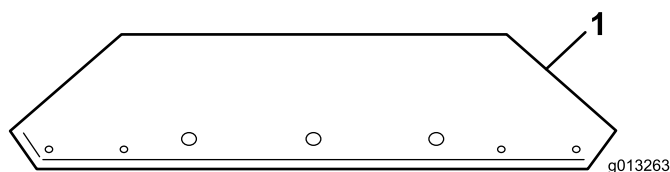
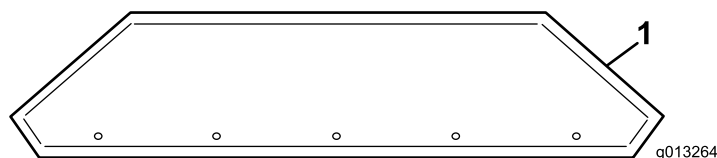

Figura 10
Figura 11
1. Estraiete le prolunghe della tramoggia dalla scatola e individuate l'anteriore e la posteriore (Figura 10 e Figura 11).